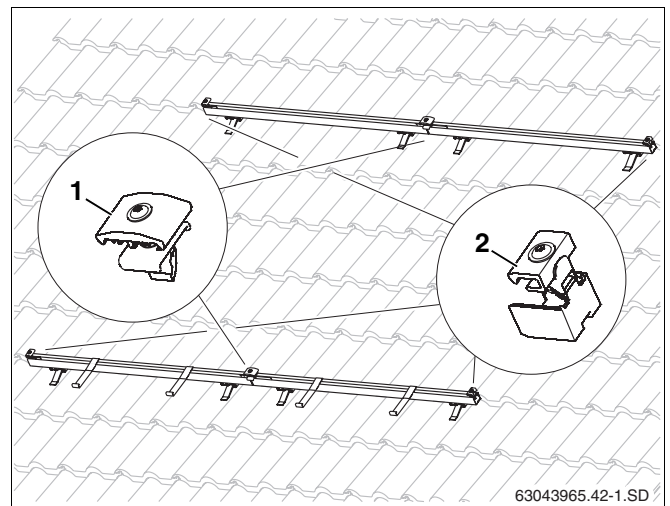

Fig. 39 Elementos de fijación del colector
La fijación de los colectores sobre los perfiles guía se realiza mediante los tensores unilaterales del colector (fig. 39, **pos. 2**) tanto al principio como al final de una fila de colectores y mediante los tensores bilaterales del colector (fig. 39, **pos. 1**) entre colectores.